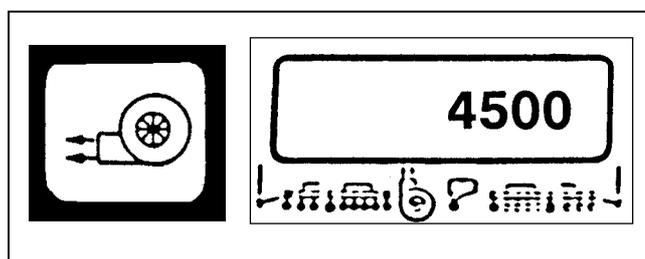

Fig.6
4.2.6 Programmation du relais tachymétrique (Fig.6)